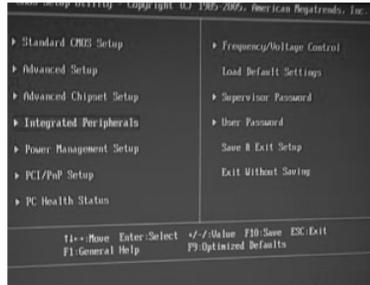

Figura 1.1 Janela principal do utilitário de configuração do CMOS BIOS
2. Use as teclas de setas para selecionar o item Integrated Peripherals (veja a figura 1.1) e pressione Enter.